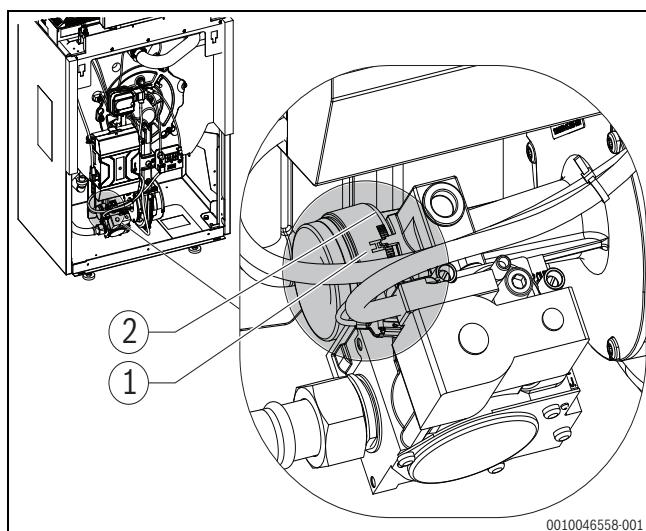

Bild 31 Einstelldüse Gasarmatur
Bei einer Gasartumstellung muss zunächst die Voreinstellung an der Einstelldüse der Gasarmatur (→ Bild 31) vorgenommen werden.
- ▶ Einstelldüse (→ Bild 31, [1]) entsprechend der gelieferten Gasart einstellen. Dabei wird die werkseitige Versiegelung [2] aufgebrochen.